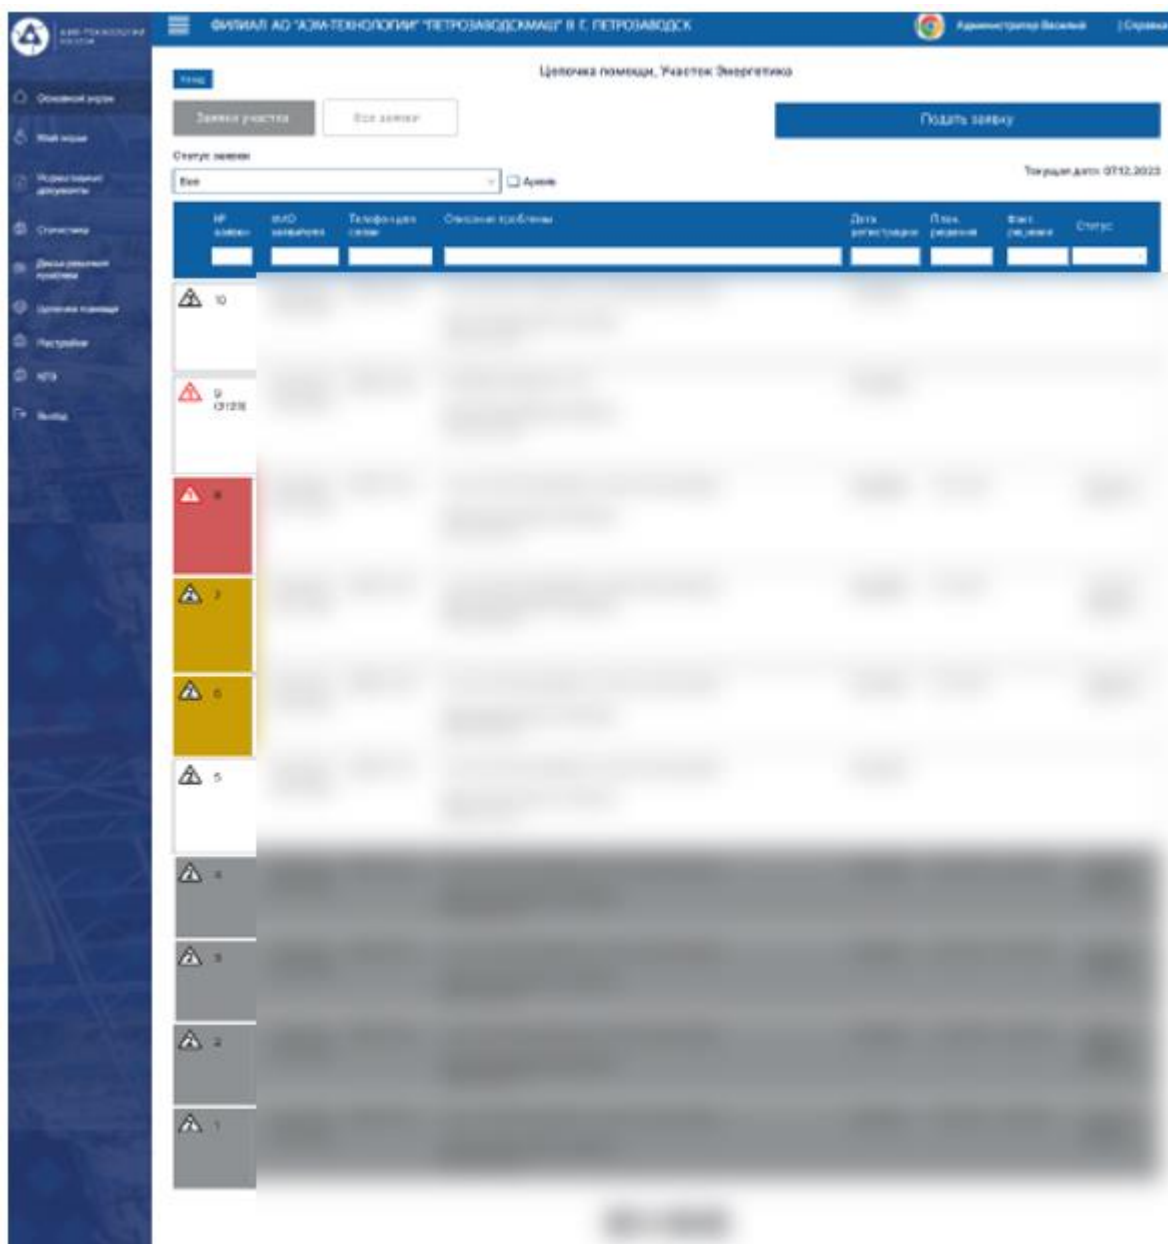

Рисунок 3.10
- Просмотр заявок всех предприятий и участков с возможностью фильтрации (Рисунок 3.10).